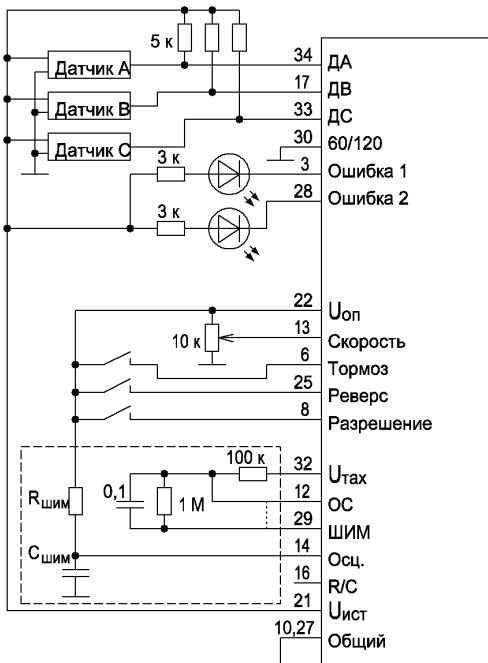
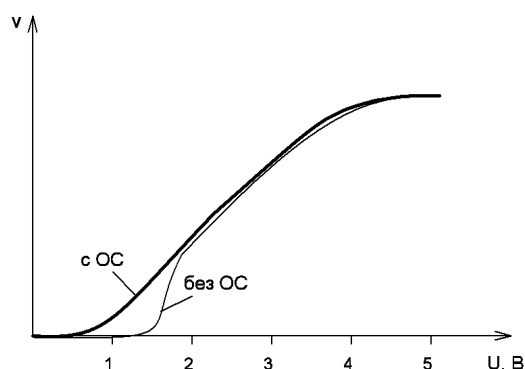
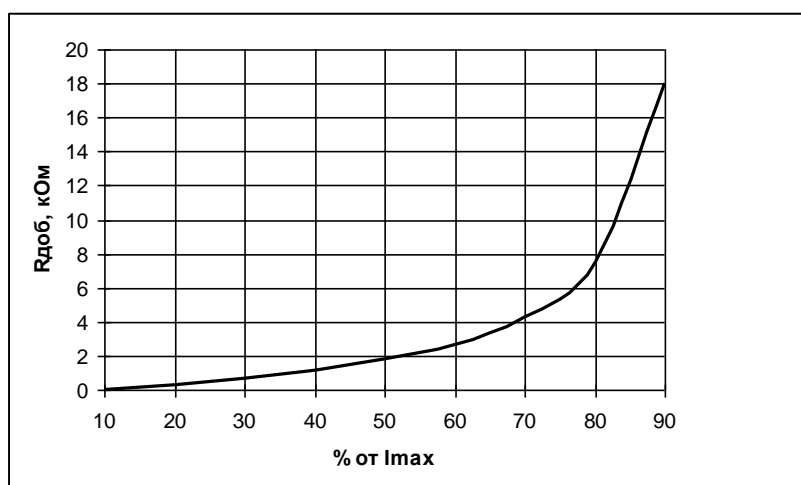
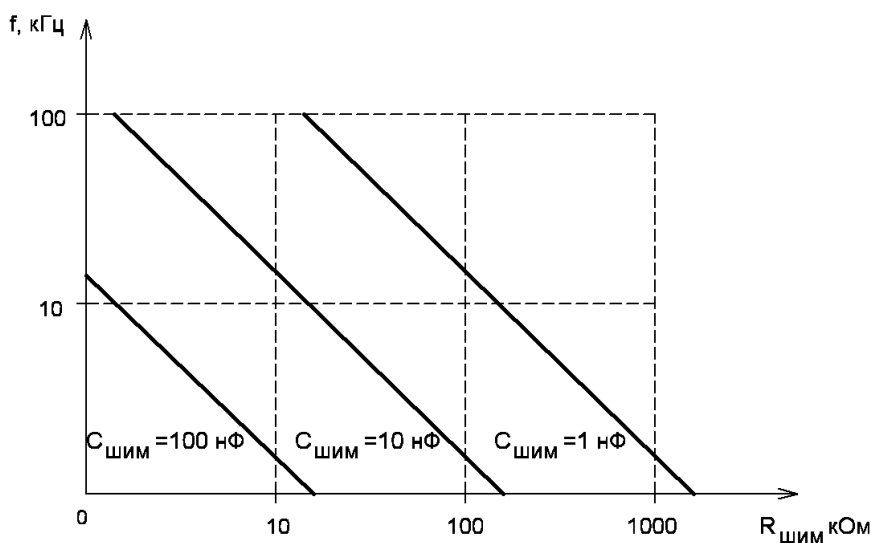

Рисунок 5.1 – Схема включения цепей управления МУВДМ «А» и «Д»
Рисунок 5.6 – Зависимость скорости вращения вала двигателя от напряжения на выводе «Скорость» с цепью обратной связи и без неё
Рисунок 5.9 - Зависимость тока срабатывания защиты от величины резистора защиты.
Рисунок 5.10 – Зависимость частоты ШИМ от номиналов RШИМ и CШИМ
В зависимости от типа управления модуля рекомендуются следующие схемы включения (рис.5.1 – 5.4).
**«Скорость».** Вход задания скорости вращения вала двигателя. Модуль осуществляет стабилизацию скорости вращения вала двигателя при изменении амплитуды напряжения питания. При установленной скорости вращения менее 50 % от максимальной скорость меняется не более  $\pm 5\%$ , при изменении напряжения питания  $\pm 50\%$ . При максимальной установленной скорости стабилизация осуществляется только при увеличении амплитуды напряжения питания (скорость меняется не более  $+5\%$ , при увеличении амплитуды не более  $+50\%$ ). Диапазон регулирования скорости лежит в пределах  $0,5 \dots 4,5$  В для вариантов управления «А», «Б», «В», «Г» и для других вариантов с введением во внешнюю схему управления обратной связи (см. рис.5.1 – 5.4). Если обратная связь для вариантов управления «Д», «Е», «Ж», «И» отсутствует (установлена перемычка, как указано пунктиром на рис.5.1 – 5.4), то диапазон регулирования скорости будет лежать в пределах  $1,5 \dots 4,5$  В. Зависимость скорости вращения вала двигателя от напряжения на входе «Скорость» представлена на рис.5.6 и рис.5.7 (для вариантов управления «В» и «Ж»).
**«ДА», «ДВ», «ДС».** Входы датчиков положения ротора (ДПР). В качестве ДПР могут быть использованы датчики любого типа с напряжением на выходе  $+5 \dots 20$  В. При подключении ДПР следует иметь ввиду, что входы «ДА», «ДВ» и «ДС» не подвязаны к напряжению питания, поэтому, если выход датчика представляет собой открытый коллектор, то данные входы необходимо соединить с выводом напряжения питания через резисторы, как указано на рис.5.1 – 5.4.
«U3». Вывод задания порога срабатывания токовой защиты. При незадействованном выводе «U3» защита будет срабатывать на максимально допустимом токе МУВДМ; при соединении выводов «U3» и «Общий» защита будет срабатывать на уровне 10...20% от максимального тока. Для задания порога срабатывания защиты необходимо подключить к данному выводу резистор R3, как указано на рис.5.1 – 5.4. Номинал данного резистора следует выбрать из следующего графика (рис.5.9).
«Осц». Вход, предназначенный для подключения времязадающей цепочки для внутреннего ШИМ-генератора. Рекомендуемая схема подключения данного входа представлена на рис.5.1 – 5.4. Зависимость частоты от номиналов резистора и конденсатора представлена на рис.5.10.
«ШИМ» и «ОС». Входы стабилизации скорости вращения вала двигателя. Выводы задействованы только для вариантов управления «Д», «Е», «Ж», «И»; для вариантов управления «А», «Б», «В» и «Г» обратная связь заложена в схему модуля и настройке не подлежит. Если обратная связь не требуется, то данные выводы следует соединить (рис.5.1 - 5.4), при этом скорость будет регулироваться в диапазоне входного напряжения 1,5...4,5 В. Вариант использования модуля в режиме закрытой петли обратной связи показан на рисунке 5.8. Здесь импульсный сигнал, пропорциональный уровню скорости (сигнал тахометра), может быть получен с любого датчика (оптического, Холла и т.п.) с уровнем сигнала (0...6,5) В.